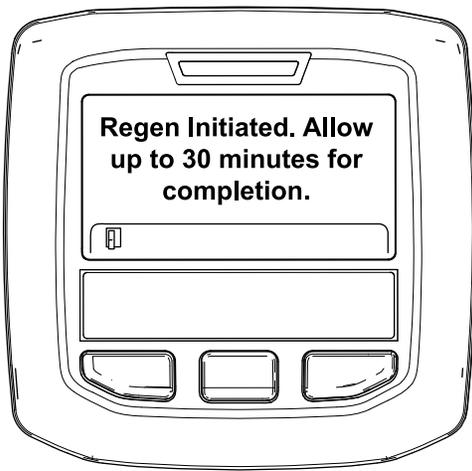

Figura 49
- Se a regeneração for permitida, surge a mensagem "Regen Initiated. Allow up to 30 minutes for completion" (Regen. iniciada. Aguarde 30 minutos até ser concluída) no InfoCenter; aguarde até que a máquina conclua o processo de regeneração em estacionamento (Figura 49).